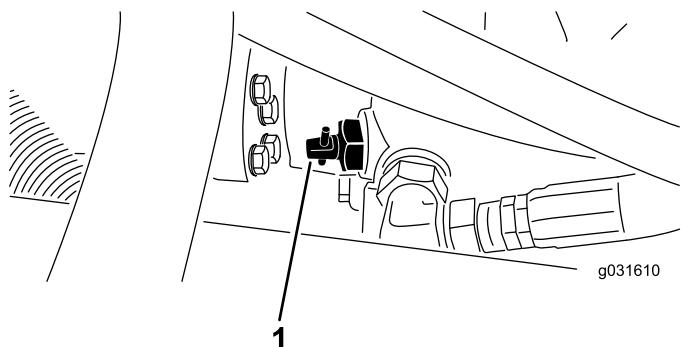

Bild 29
1. Ermitteln Sie das Sicherheitsventil an der Pumpe und drehen Sie es um 90 Grad.Bild 29